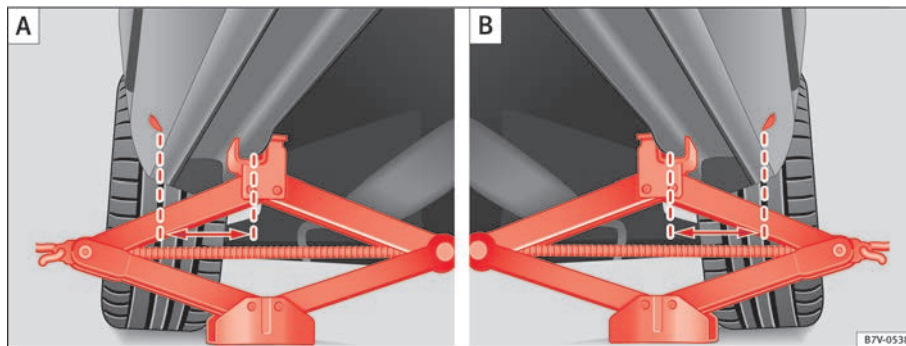

Fig. 184 (A): gato colocado en la parte delantera izquierda del vehículo (B): gato colocado en la parte trasera izquierda del vehículo.
dos **detrás** de los cantos delanteros ⇒ fig. 184. Utilice en cada caso el punto de apoyo respectivo de la rueda a cambiar ⇒ ⚠.
7. Asegúrese de que el pie del gato quede por completo firmemente apoyado en el suelo, y de que esté colocado exactamente debajo del punto de apoyo ⇒ **fig. 184**.
8. Centre el gato y siga subiéndolo con la manivela hasta que la garra abarque el nervio situado debajo del vehículo ⇒ **fig. 184**.
- Coloque el gato únicamente en los lugares descritos. La garra del gato debe quedar asegurada, abarcando el nervio del refuerzo de los bajos ⇒ **fig. 184**.